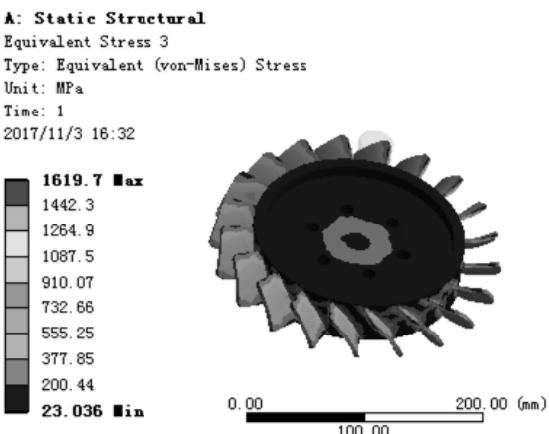

图 7.6.15 应力结果图解 (fly-wheel)
(5) 查看 fly-wheel 应力结果图解。在“Outline”窗口中选中 Equivalent Stress 3，查看图 7.6.15 所示的零件 fly_wheel 的应力结果，其最小应力为 23.036 MPa，最大应力为 1619.7 MPa。